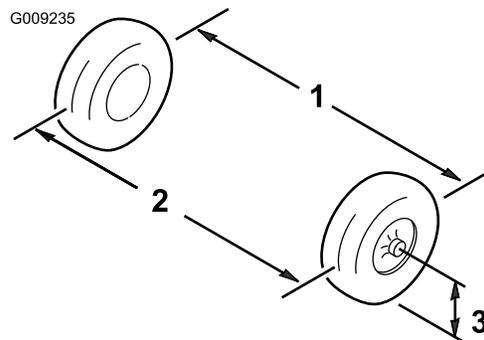

図 44
6. 前輪の前と後ろで、左右のタイヤの中央線間距離を測る計測はアクスルの高さで行う (図 44)。